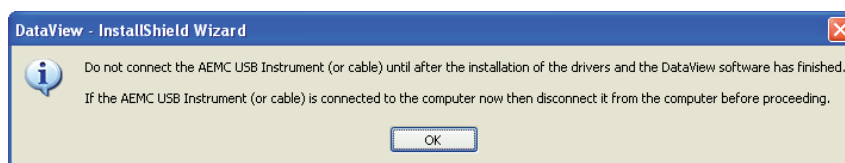

Figure 7-3
10. Si l'appareil sélectionné pour l'installation nécessite l'utilisation d'un port USB, une boîte d'avertissement s'affiche, semblable à celle de la Figure 7-3. Cliquer sur **OK**.